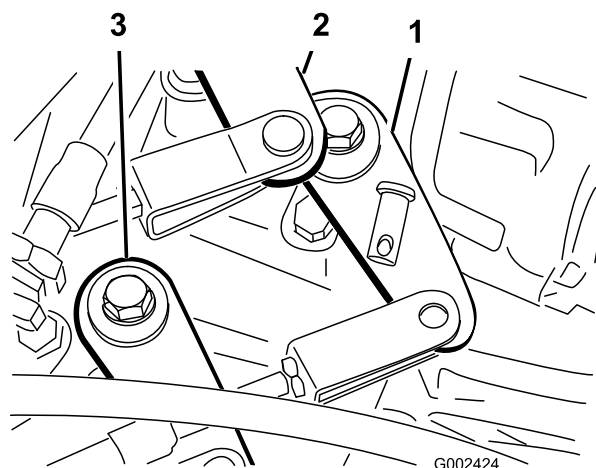

図 53
2. シフトケーブルをトランスアクスルのシフトアームに固定しているクレビスピンを取る 図 53。
1. ハイローケーブルをトランスアクスルに固定しているクレビスピンを取る 図 53。